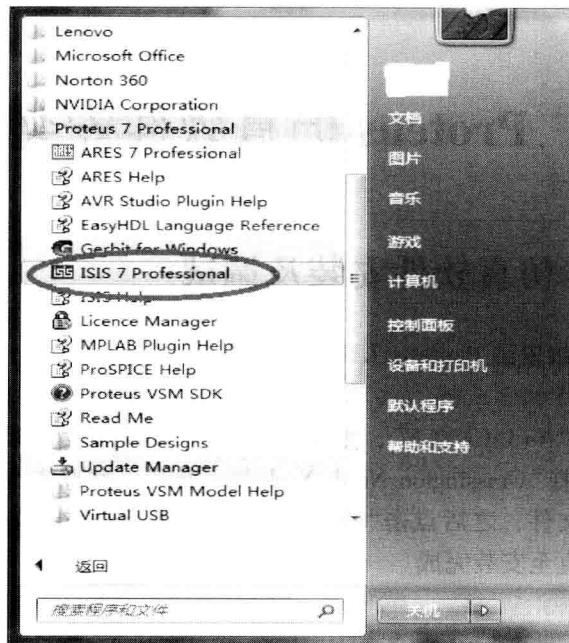

图 3-4 启动 Proteus
② 安装完毕后运行“crack→LXK Proteus 7.5 SP3 v2.1.3.exe”，点“Browse”选择安装路径，然后点“Update”即可。之后就可以在程序目录中点击相应图标即可启动软件，如图 3-4 所示。
① 先通过 Keil C51 编辑、修改、编译源程序并生成“.HEX”等单片机能识别的文件，运行“proteus”将“.HEX”文件与原理图中的 MCU 进行绑定；